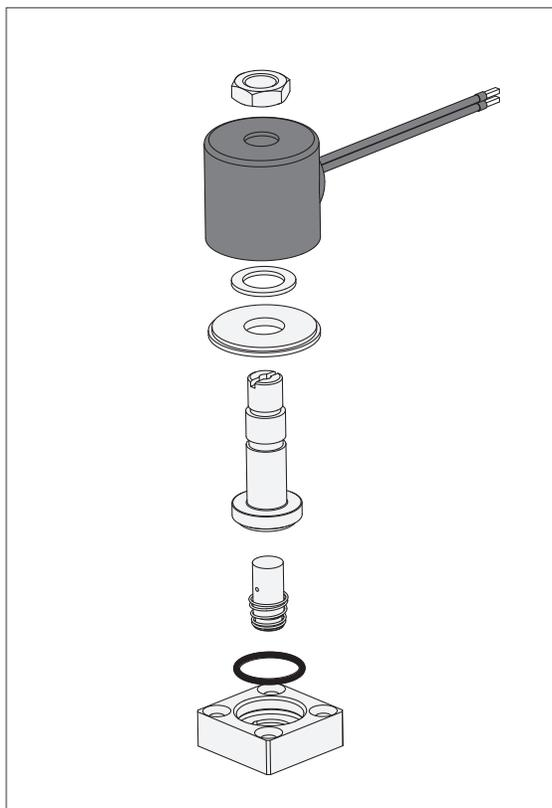

Рисунок 2. Клапан 40M, покомпонентное изображение
1. Разберите клапан (см. Рисунок 2).